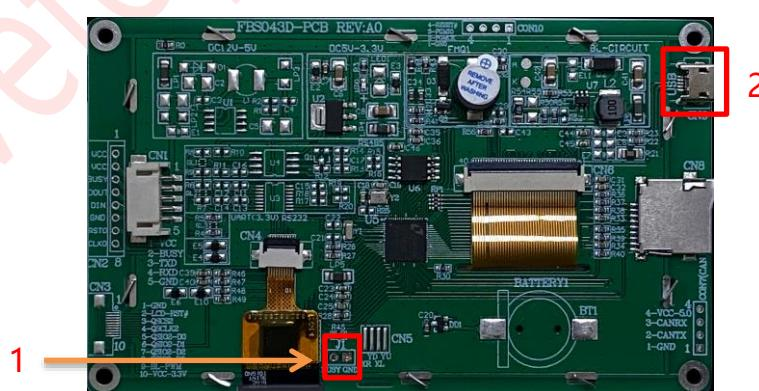

图 2-7：LT168B 接线示意图
1、接线说明，如前面图 2-7 所示，进行烧录前，**先将标注 1 处的 busy 引脚和 GND 互相连接，然后通过标注 2 处 USB 口连接电脑供电和通信。**